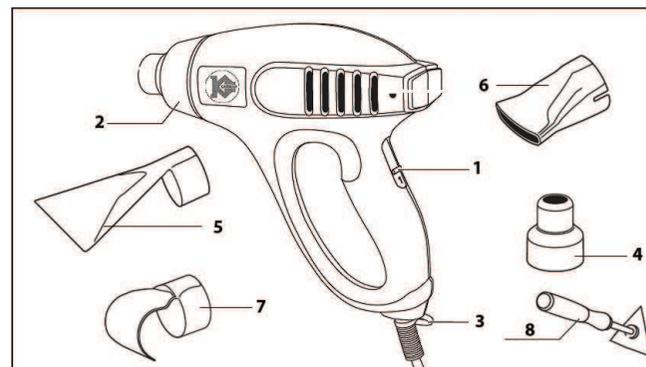

рис. 1
4.1 Общий вид тепловистолета схематично представлен на рис. 1
**Внимание!** Осуществляйте сушку только при установке низкой температуры (выключатель 1 (рис. 1) в положение I) и при увеличенном расстоянии между инструментом и заготовкой.
- используйте отражающую насадку 7 (рис. 1) или сужающую насадку 4 (рис. 1);- выберите трубу горячей посадки с диаметром, соответствующем диаметру заготовки;
- используйте отражающую насадку 7 (рис. 1);
- демонтаж (выпаивание) интегральных схем и других радиодеталей (используйте сужающуюся насадку 6 (рис. 1));
- разъединение старых спаянных соединений (используйте сужающую насадку 4 (рис. 1));
- размораживание замерзших автомобильных замков (используйте сужающую насадку 4 (рис. 1));